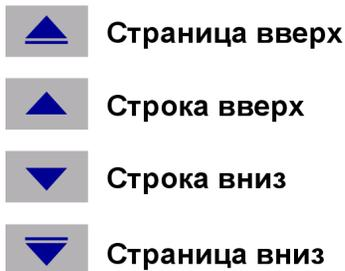

Рис. 9: Виртуальные кнопки на экране
2. Виртуальные кнопки на экране — эти кнопки управляют функциями, появляющимися в различных окнах дисплея. (См. рис. 9 на странице 12.)